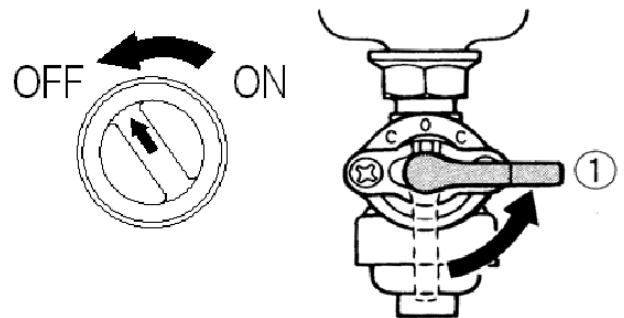

Рис. 21
3. Поверніть запірний кран в лінії подавання палива в положення OFF («ВІМК.»)(Рис.21).